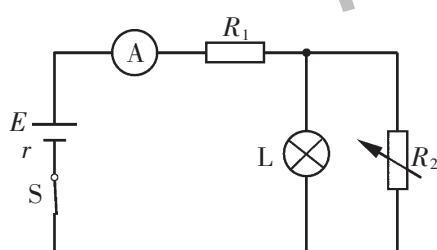

图 3-2-7
3. 如图 3-2-7 所示， R_1 为定值电阻， R_2 为负温度系数电阻的热敏电阻，L 为小灯泡。当温度降低时， R_1 两端的电压 _____，电流表的示数 _____，小灯泡的亮度变 _____。